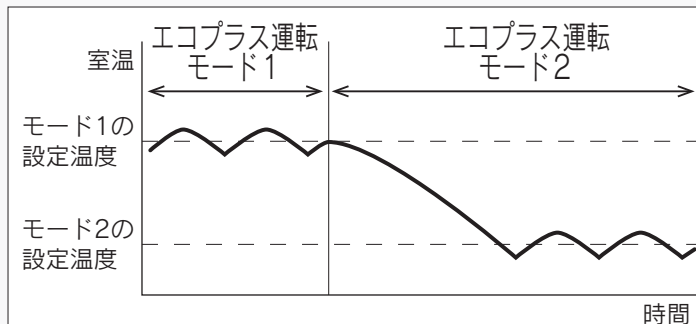

図2 エコプラス運転モード1からモード2に切り換えたときのストーブの動き
- エコプラス運転モード1で運転中にモード切換ボタンを押し、エコプラス運転モード2に切り換えるとストーブが図2のように運転します。